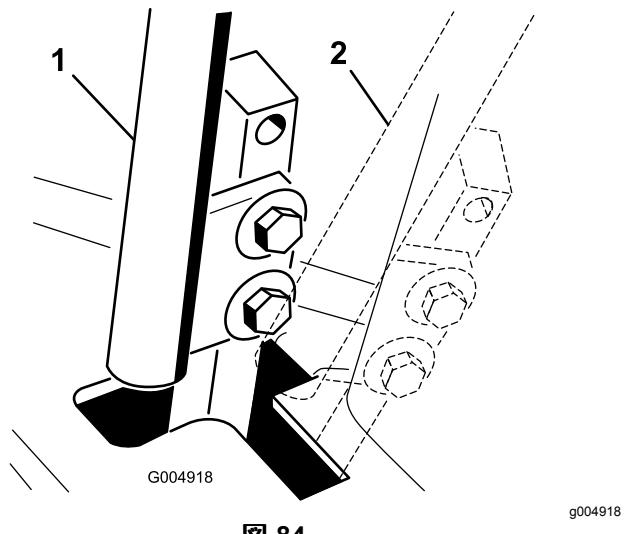

図 84
4. コントロールレバーをニュートラル位置にするロック位置にはしない図 84。
6. コントロールレバーと、コンソールのノッチとの位置関係を見る(図 84)。